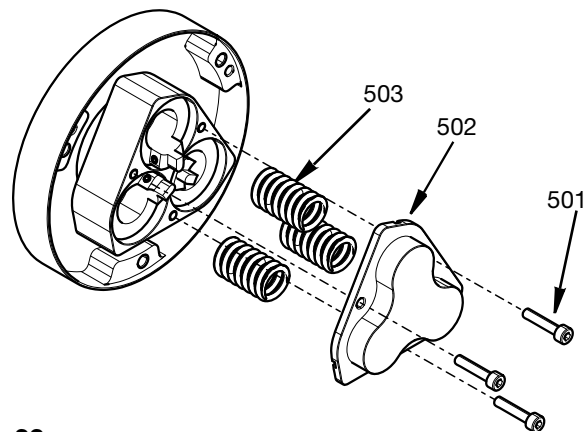

FIG. 32
13. Insérez les ressorts (503) dans les pistons, placez le couvercle du cylindre (502) sur les ressorts et fixez-le au boîtier du cylindre avec trois vis M4 (501). Serrez au couple de 29,2 po-lb (3,3 N•m). Voir FIG. 32.